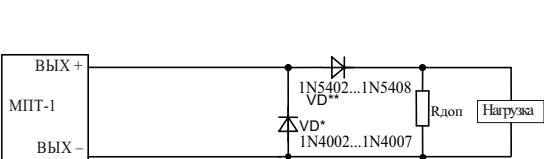

Рисунок 6
5.23 При значении тока, протекающего через нагрузку во включенном состоянии выхода, менее 50 мА, для обеспечения контроля целостности выходных цепей параллельно нагрузке должен быть подключен резистор (Rдоп) (Рисунок 6).
1 – падение напряжения на диоде VD\*\* (Рисунок 6), В;